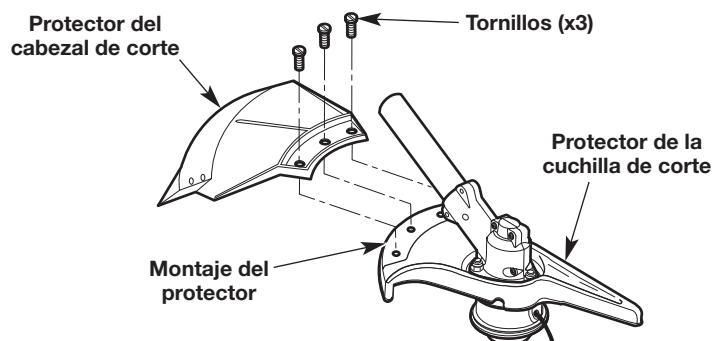

Fig. 18
1. Coloque el protector del cabezal de corte por encima de la superficie del montaje del protector sobre el protector de la cuchilla desbrozadora (Fig. 18).
2. Inserte los tornillos (3) a través de los orificios para tornillos del protector del cabezal de corte (Fig. 18).
1. Desenrosque los tornillos (3) del protector del cabezal de corte con un destornillador Phillips (Fig. 18).